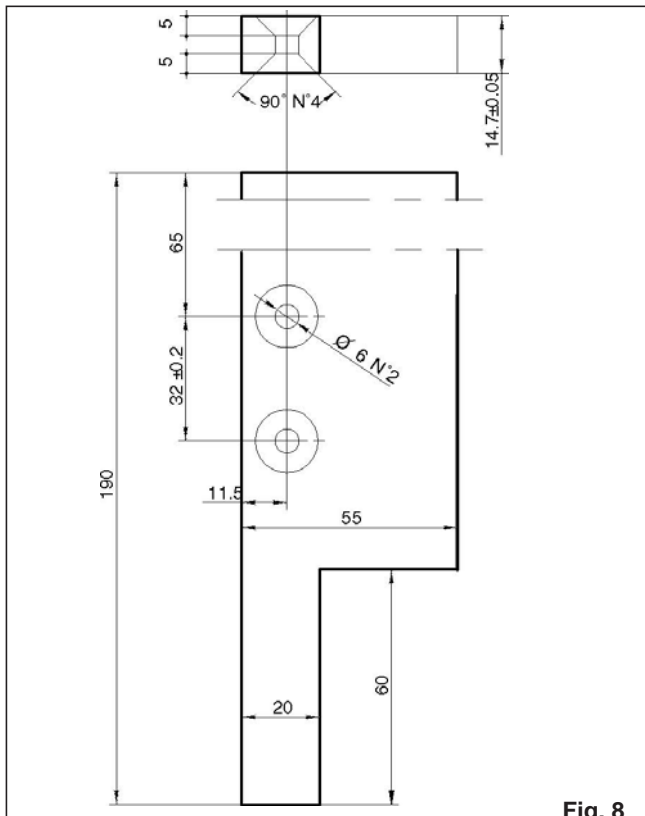

Fig. 8
- Om den behöver bytas ut efterfrågar du reservdelen från din SCM-handlare eller rekonstruerar den med bokträ och med hänsyn till måtten i fig. 8.